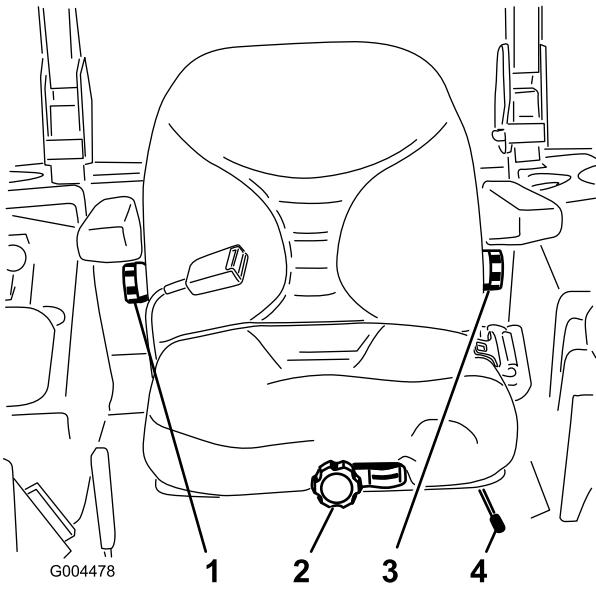

Figura 34
1. Mueva la palanca lateralmente para desbloquear el asiento (Figura 34).
Sin sentarse en el asiento, gire el pomo situado en la parte delantera en cualquier sentido hasta encontrar la posición más cómoda (Figura 34).
Para ajustarlo, gire el pomo situado debajo del reposabrazos derecho en cualquier sentido hasta encontrar la posición más cómoda (Figura 34).
Para ajustarlo, gire el pomo situado debajo del reposabrazos izquierdo en cualquier sentido hasta encontrar la posición más cómoda (Figura 34).